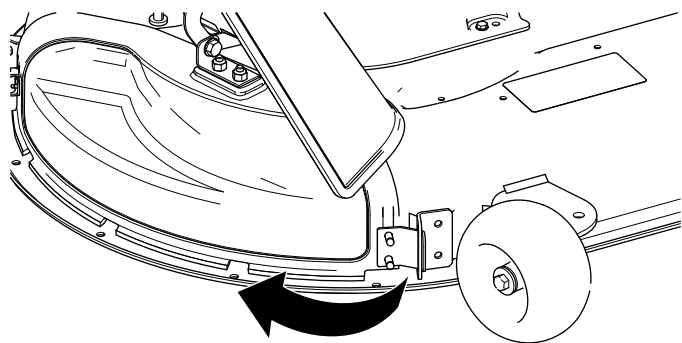

Figuur 13
3. Buig het metalen lipje van de afvoerafsluiter in de sleuf in de beugel die is gelast aan het maaidek (Figuur 13).